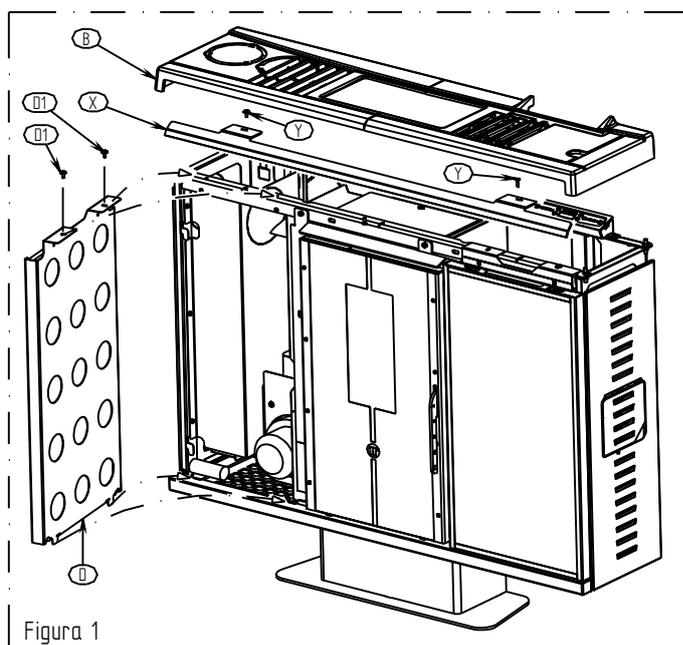

Figura 1
- Procedere ora (Figura 1 e 3) al montaggio del "coperchio" (B) assemblando dapprima la ceramica / vetro sullo stesso .